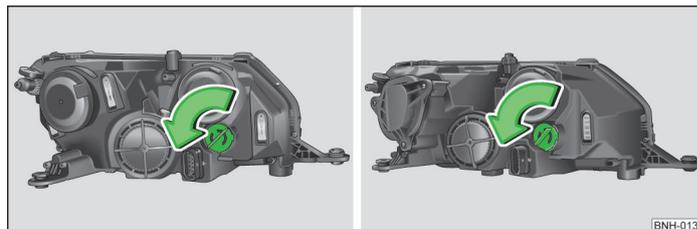

Fig. 173 Imagen esquemática: faro con luz halógena / faro con luz de xenón
- Girar el portalámparas con la bombilla » fig. 173 hasta el tope en el sentido de la flecha y extraerlo.